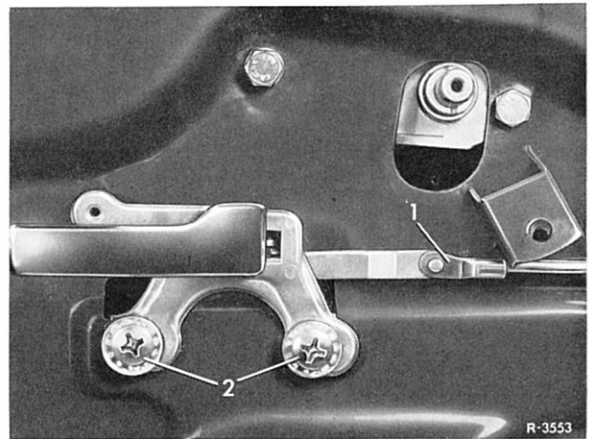

Bild 72-17/1
- 2 Sicherungsfeder (1) lösen (Bild 72-17/1).
- 3 Beide Schrauben (2) herausdrehen und Innenbetätigung abnehmen.